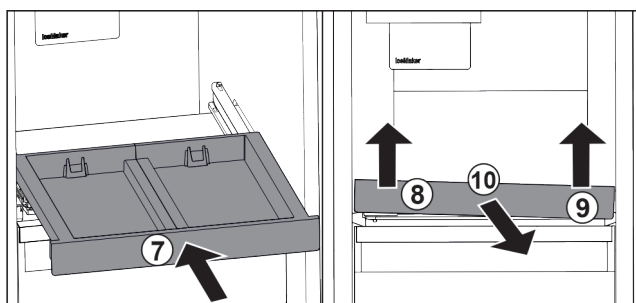

Fig. 125
- ▶ Gurnite izvlačnu ploču. Fig. 125 (7)
- ▶ Podignite izvlačnu ploču naprijed lijevo. Fig. 125 (8)
- ▶ Podignite izvlačnu ploču naprijed desno. Fig. 125 (9)
- ▶ Izvadite izvlačnu ploču prema naprijed. Fig. 125 (10)